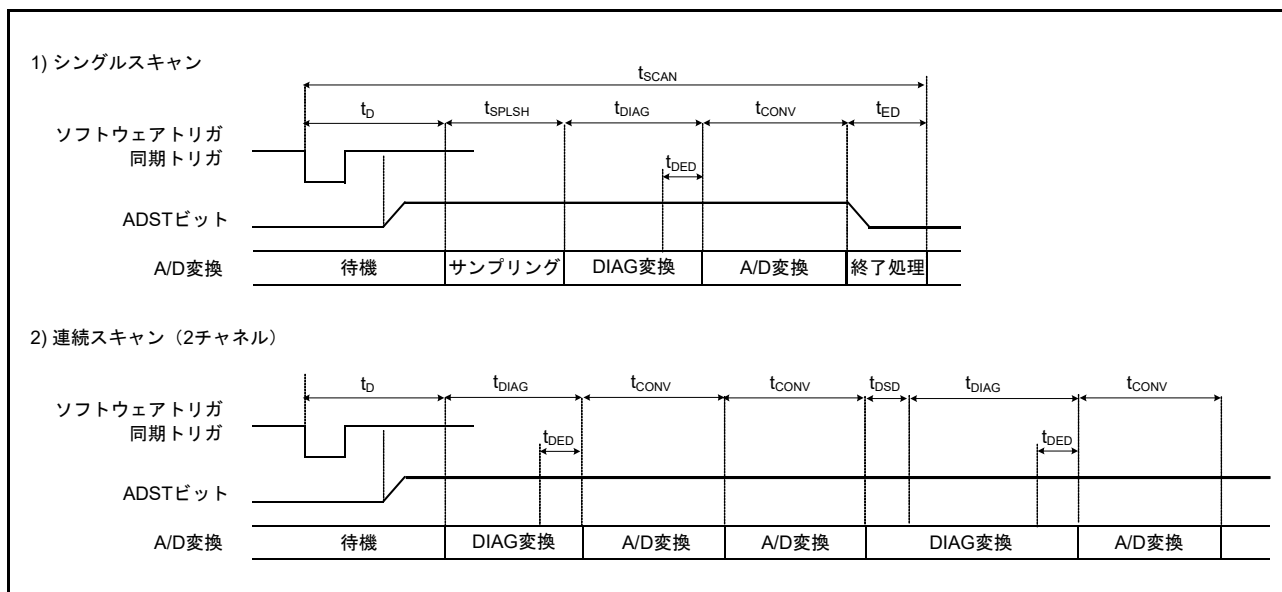
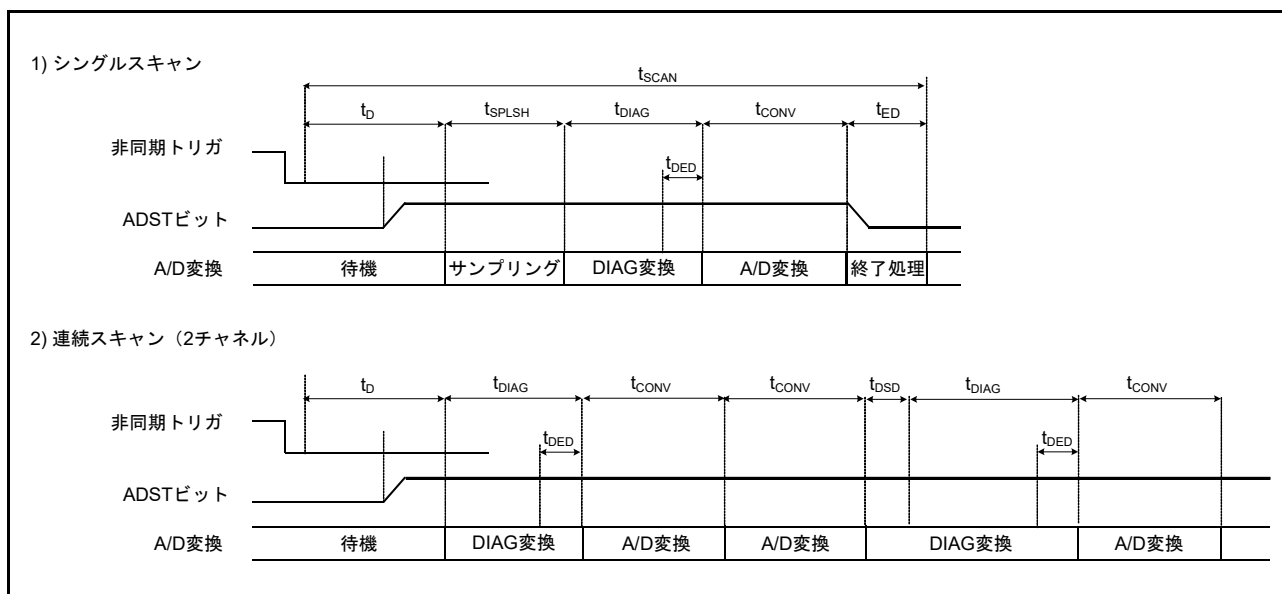

図 45.34 スキャン変換のタイミング (ソフトウェア起動または同期トリガ入力 (ELC) 起動の場合)
図 45.35 スキャン変換のタイミング (非同期トリガ入力 (ADTRG0) 起動の場合)
図 45.34 に、ソフトウェアトリガと同期トリガ (ELC) 起動によるスキャン変換を行う場合のタイミングを示します。また、図 45.35 に、非同期トリガ (ADTRGn) 起動によるスキャン変換を行う場合のタイミングを示します。スキャン変換時間 (t_{SCAN}) は、スキャン変換開始遅延 (t_D)、チャンネル専用サンプル&ホールド回路処理時間 (t_{SPLSH}) (注 1)、断線検出アシスト処理時間 (t_{DIS}) (注 2)、自己診断変換時間 (t_{DIAG}) (注 3)、A/D 変換処理時間 (t_{CONV} および t_{DSD})、チャンネル専用サンプル&ホールド回路終了処理時間 (t_{SHED}) (注 4)、スキャン変換終了遅延 (t_{ED}) を含めた時間となります。
- 注 1. t_D , t_{SPLSH} , t_{DIAG} , t_{CONV} , t_{ED} の各タイミングについては、図 45.34 および図 45.35 を参照してください。